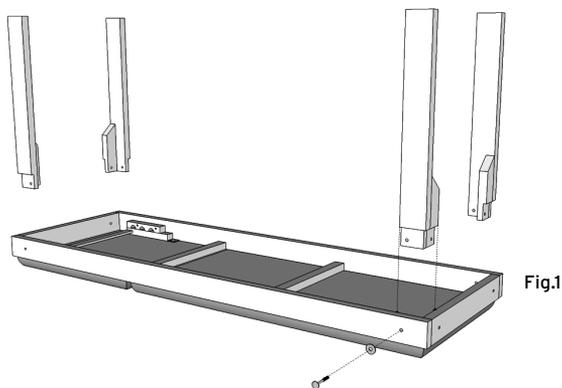

Fig.1
3. Una vez abierto el embalaje de pluriball, desenroscar las tuercas que retienen los tarugos y las arandelas. Invertir la cama e introducir las patas en los alojamientos siguiendo la numeración indicada. Colocar los tarugos como en la Fig.1 y asegurarse de apretar bien las tuercas.